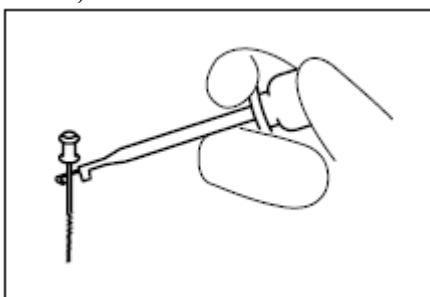

Рис. 13
3. Вставить металлический стержень файла в корневой канал при помощи зажима файла (рис. 13).